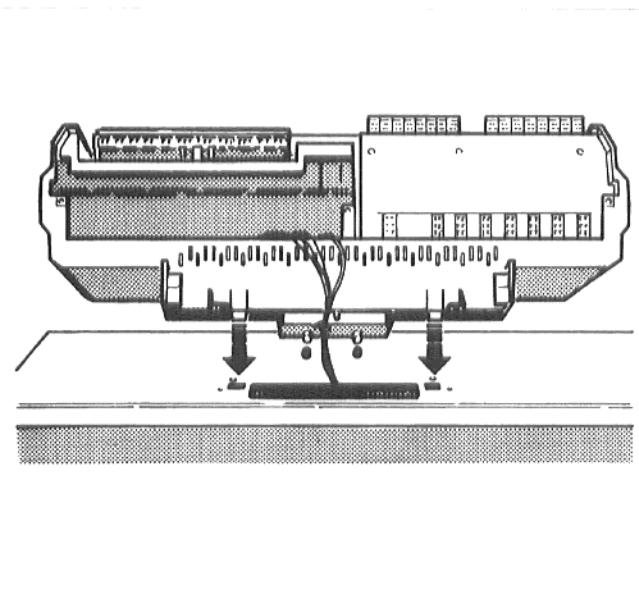

Рис. 8. Установка регулятора
- Насадить регулятор на передний колпак котла так, чтобы вставные крючки на нижней части регулятора вошли спереди в овальные отверстия (рис. 8).
Вставить капиллярные трубы датчиков температуры и, при "Ecomatic"-регулировании, трубопровод датчика температуры котельной воды, через отверстие в переднем колпаке котла (рис. 8).
- Тянуть регулятор в направлении вперед, и давить его при этом вниз, до тех пор, пока эластичные крючки не войдут в отверстия сзади (рис. 8).